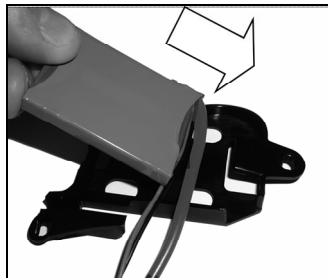

Fig. 15
- Installer la batterie dans son logement en introduisant tout d'abord le côté avec la sortie des câbles, en plaçant ceux-ci sous la languette en plastique (Fig. 15).